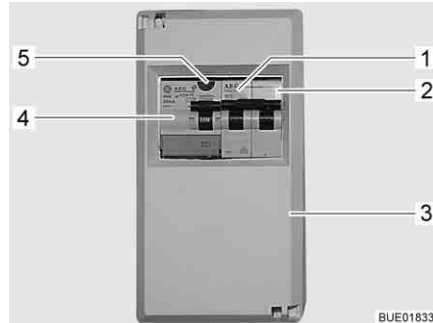

Fig. 168 Scatola dei fusibili a 230 V con interruttore di sicurezza e interruttore automatico FI
Un interruttore di sicurezza per correnti di guasto (interruttore automatico FI) (Fig. 168,4) nella scatola dei fusibili (Fig. 168,3) protegge l'intero veicolo da correnti di guasto (0,03 A).
L'interruttore di sicurezza collegato in serie (10 A) (Fig. 168,2) protegge le prese da 230 V, l'apparecchio per l'alimentazione elettrica, il caricabatteria supplementare e il frigorifero.
Per veicoli con accessori opzionali, p. es. l'impianto di climatizzazione, un ulteriore interruttore di sicurezza (16 A) (Fig. 168,1) protegge l'apparecchio.
- Se il veicolo è collegato all'alimentazione a 230 V, premere il tasto di controllo (Fig. 168,5). L'interruttore di sicurezza per correnti di guasto (FI) deve scattare.